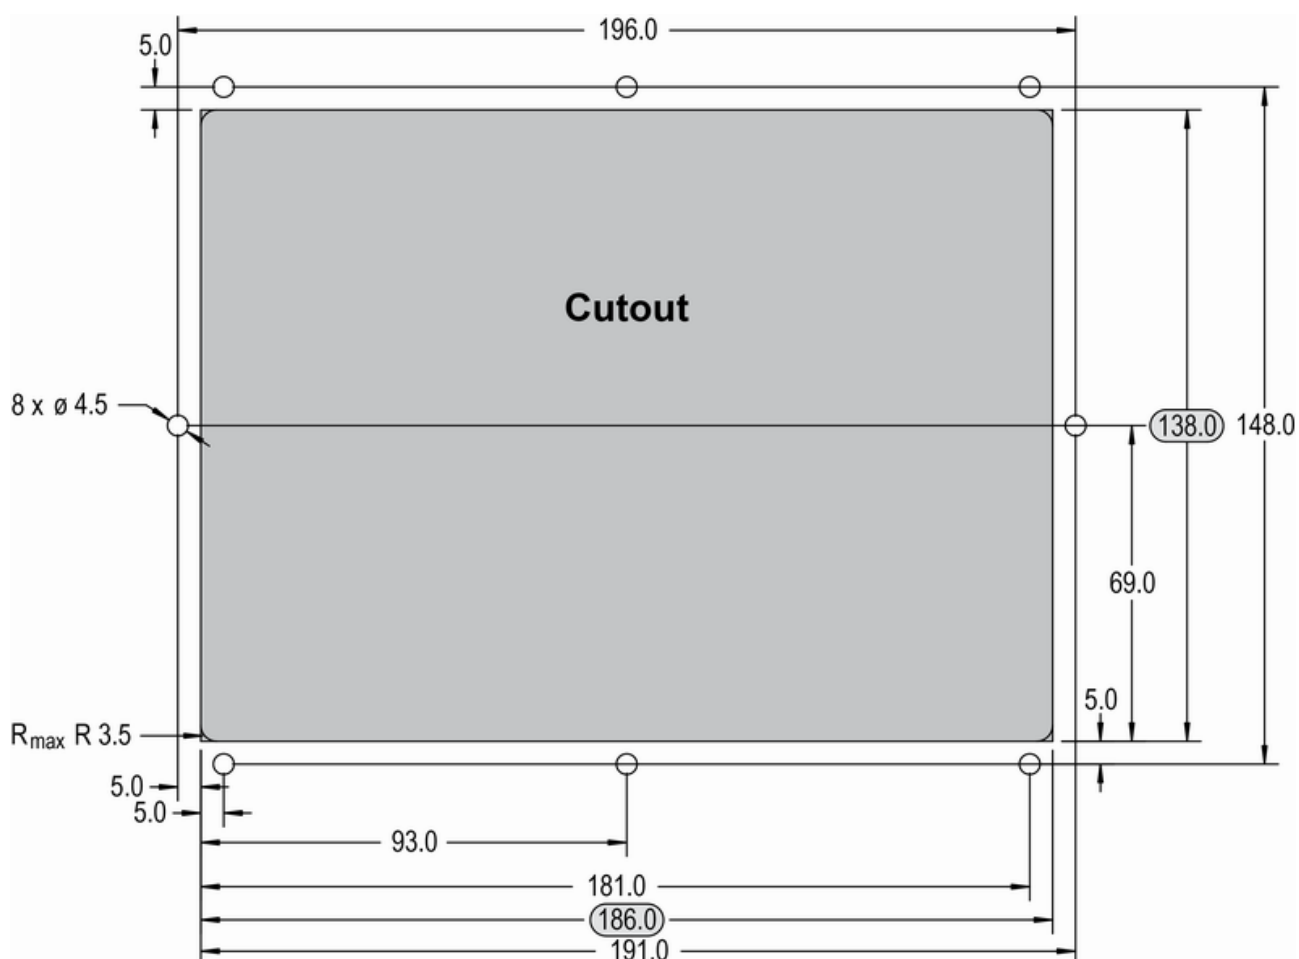

Abb. 18: Kunststoffgehäuse - Bohrschema
Das Gehäuse wird mit 8 Gewindebuchsen (Abb. 18) geliefert, die alle für die erforderliche Schutzart ordnungsgemäß angezogen werden müssen.
1. ➤ Schneiden Sie die Schalttafel aus und bohren Sie die Löcher entsprechend den Abmessungen in Abb. 18 (Abmessungen in mm dargestellt).